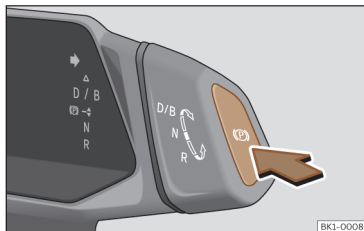

Fig. 141 Sur le sélecteur de vitesses : la touche de frein de stationnement électronique.
- Véhicule à l'arrêt, appuyez sur la touche (P) >>> **fig. 141**.
- (P) Lorsque le frein de stationnement électronique est connecté, le témoin de contrôle s'allume en rouge sur le combiné d'instruments, à côté du sélecteur de vitesses.
- Appuyez sur la touche (P) >>> **fig. 141**. Il accite le frein de stationnement électronique.